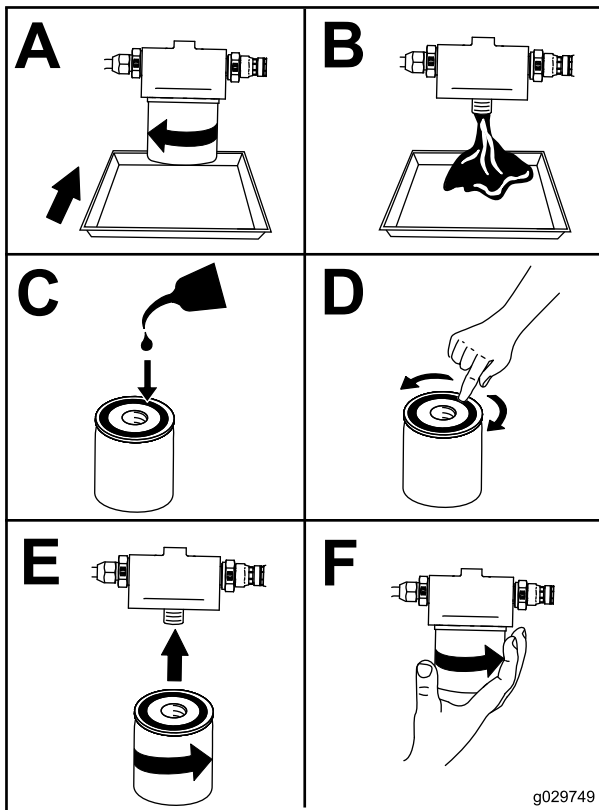

Bild 48
6. Wechseln Sie den Ölfilter (Bild 48).